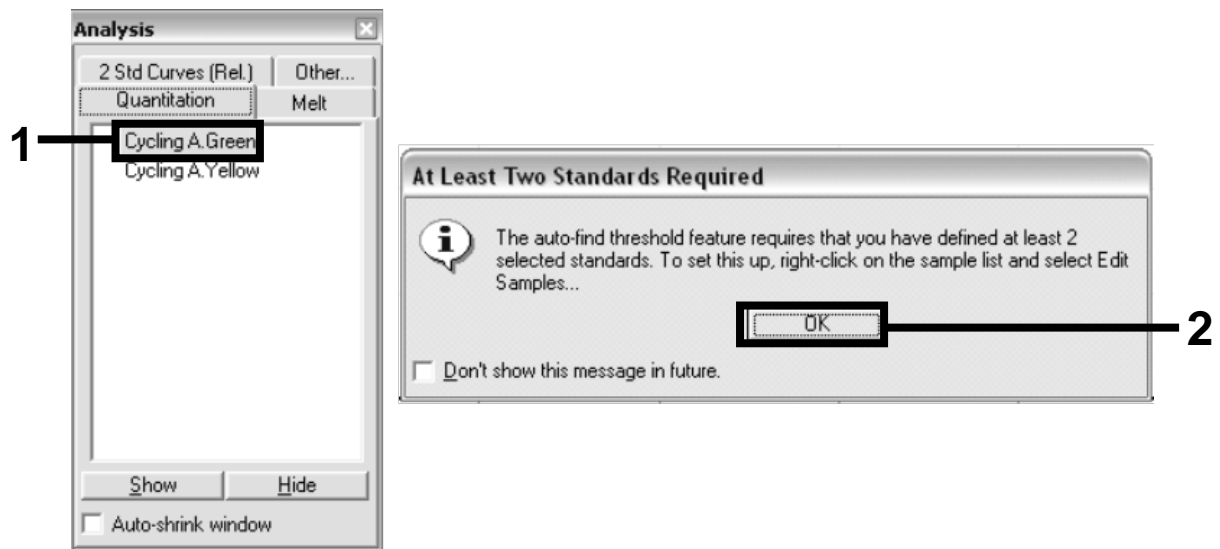

Figure 9. Quantitation (Quantification) : « Cycling A. Green » (Cycle A vert)
18. Dans la boîte de dialogue « Analysis » (Analyse, figure 9), double-cliquer sur « Cycling A Green » (Cycle A vert) puis sur « OK ». Répéter l'opération pour « Cycling A Yellow » (cycle A jaune).